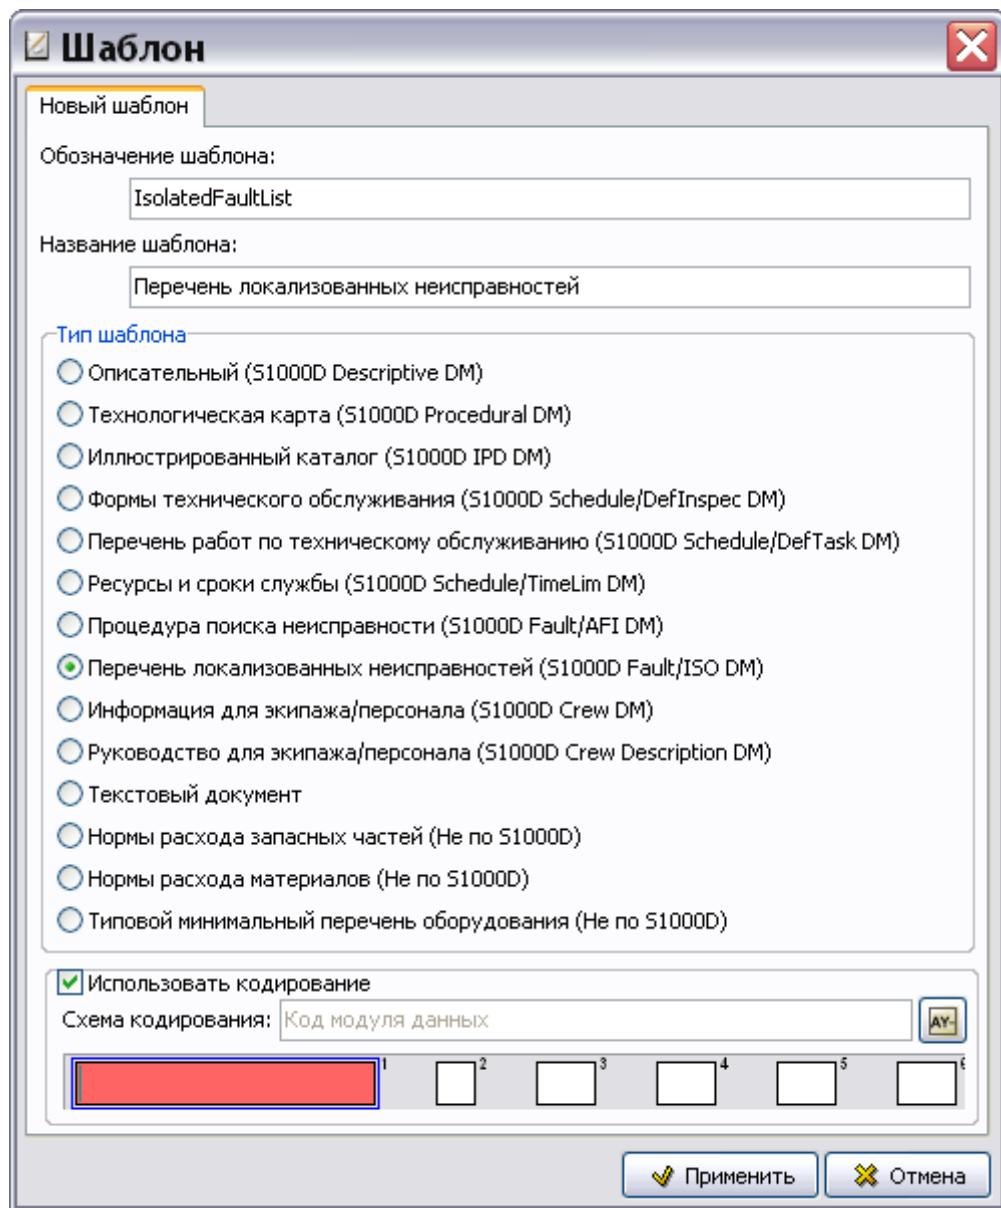

Рис. 3.58
2. В диалоговом окне Шаблон введите обозначение шаблона – «IsolatedFaultList» и название – «Перечень локализованных неисправностей» (Рис. 3.58).